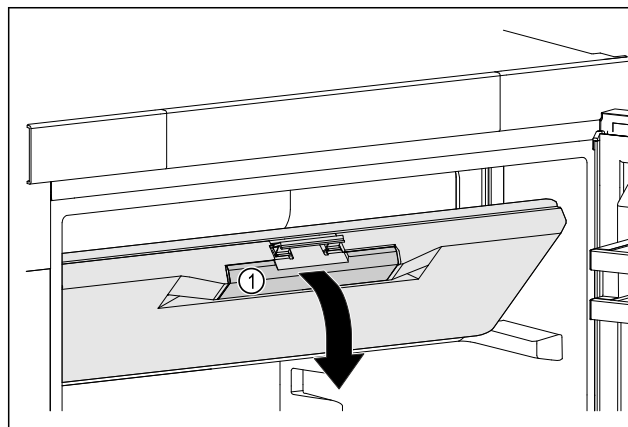

Fig. 27
- ▶ Afferrare lo sportello del vano congelatore dalla maniglia incassata Fig. 27 (1).